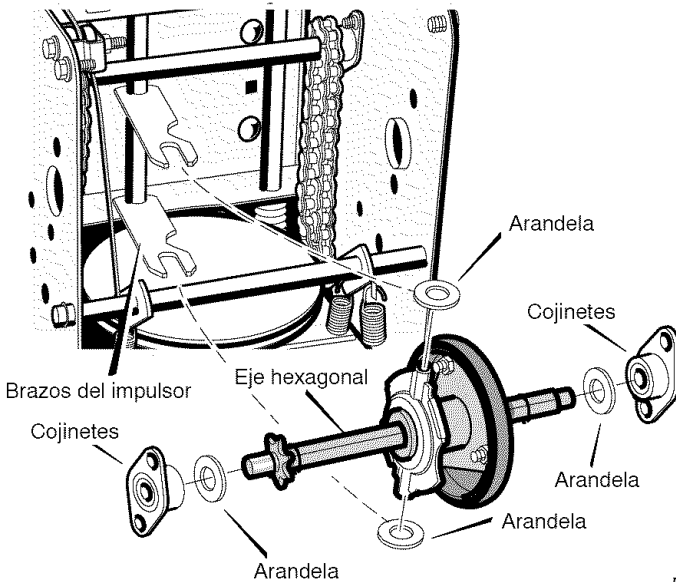

Figura 99
14. Instale el **eje hexagonal** y los **cojinetes** con los cuatro pernos que quitó antes (Figura 99).